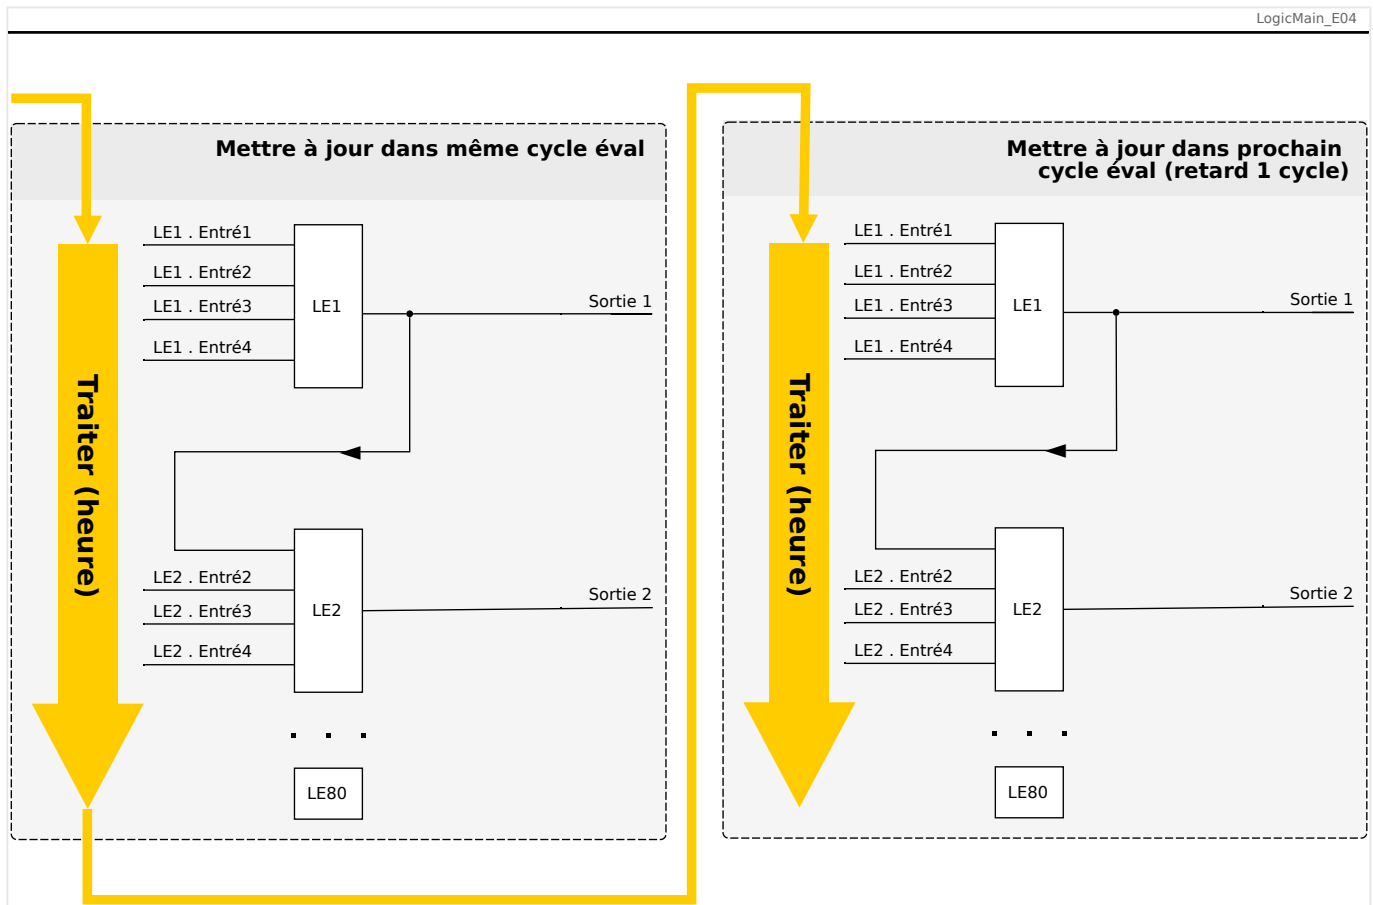
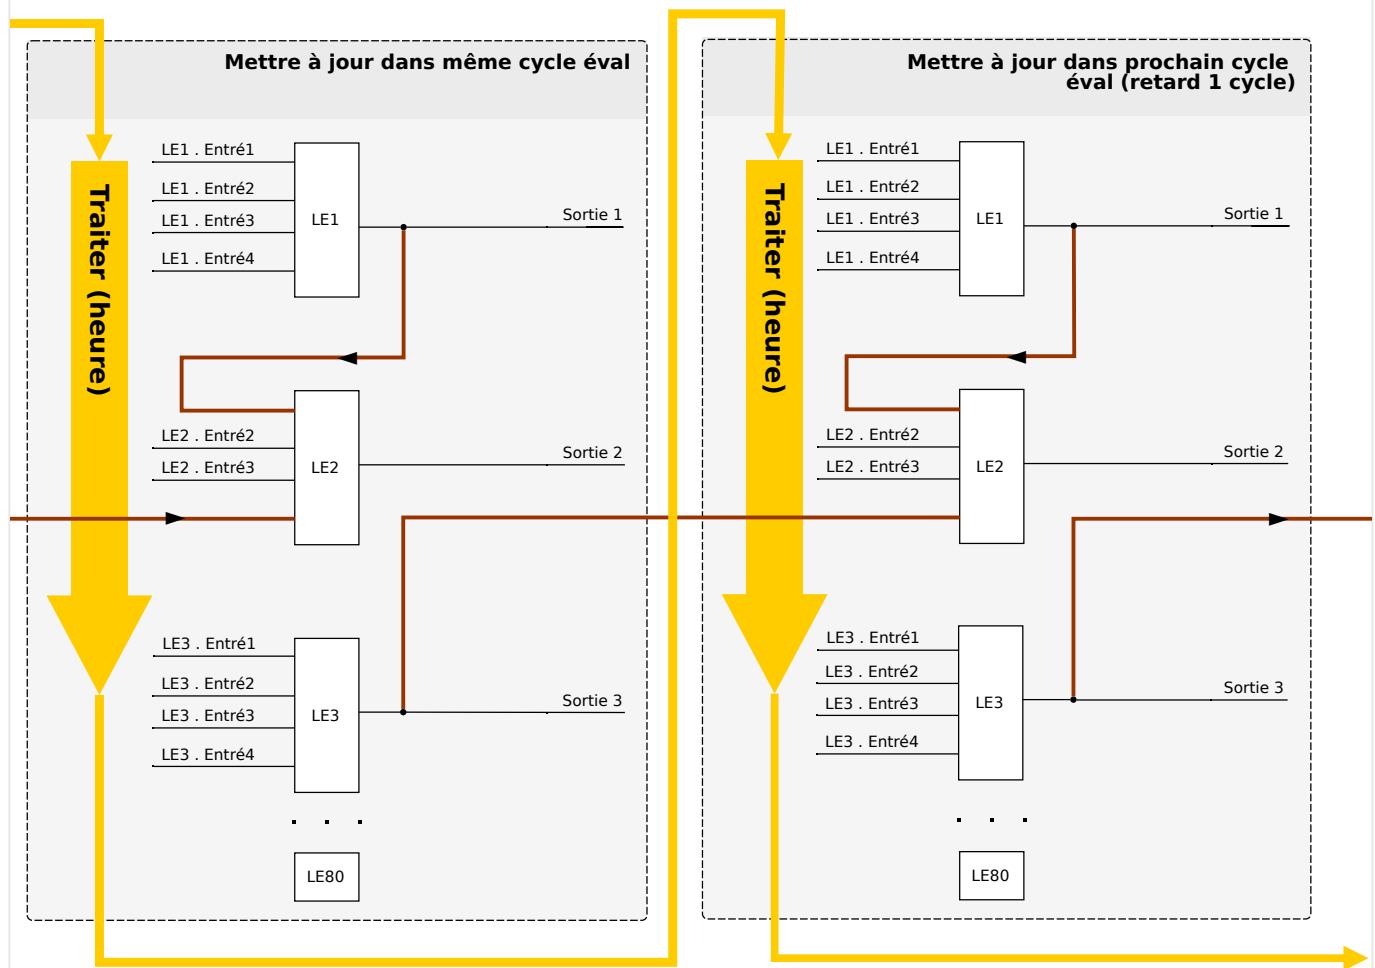

Fig. 77: En cascade ordre croissant.
Fig. 78: En cascade ordre décroissant.
- Dans une séquence **ascendante**, certaines sorties sont injectées en entrée dans une équation logique portant un numéro **plus élevé**. Par exemple, le schéma  Fig. 77 ci-dessous indique que le résultat de l'équation logique LE1 est utilisé en tant qu'entrée de l'équation logique LE2.
- Dans une séquence **descendante**, certaines sorties sont injectées en entrée dans une équation logique portant un numéro **plus bas**. Par exemple, le schéma  Fig. 78 indique que le résultat de l'équation logique LE3 est utilisé en tant qu'entrée de l'équation logique LE2.
Les séquences ascendantes et descendantes peuvent être utilisées et combinées les unes avec les autres, sans différence immédiate. Toutefois, en raison de l'évaluation de toutes les équations par ordre ascendant, les valeurs de temps de fonctionnement réelles qui sont injectées en entrée d'une équation auront un « âge » différent, comme on peut le voir dans  Fig. 77 et  Fig. 78 ci-dessous.
Dans l'exemple présenté dans  Fig. 78 ci-dessus, l'équation logique « 2 » utilise les états de sortie de deux autres équations, les équations logiques « 1 » et « 3 ». Le résultat de l'équation logique « 1 » est utilisé dans l'ordre ascendant. Il a par conséquent été évalué au cours du même cycle de traitement. Le résultat de l'équation logique « 3 » est utilisé dans l'ordre descendant. Il a par conséquent été évalué au cours du cycle de traitement précédent.